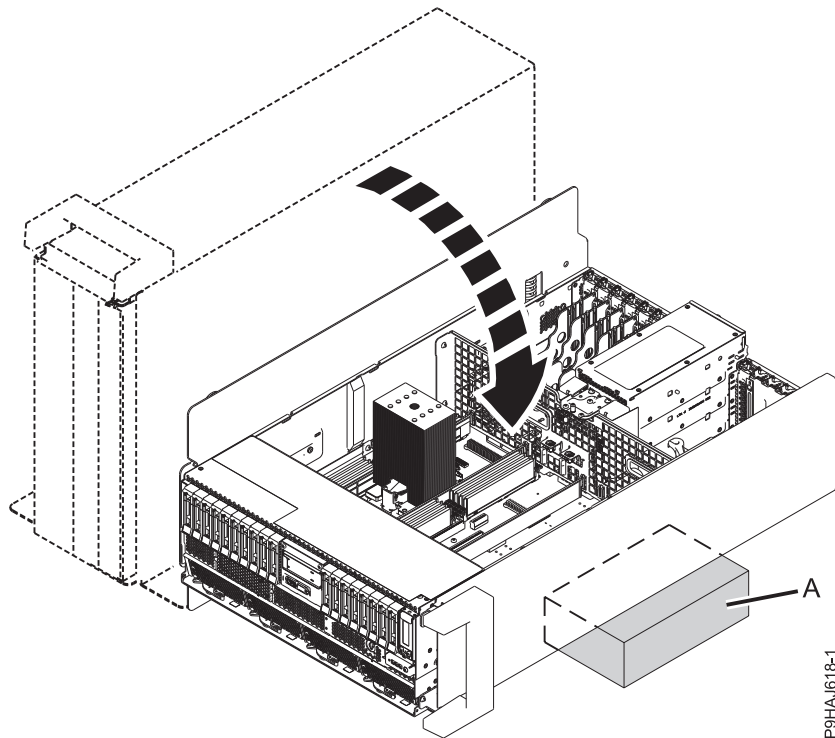

Abbildung 40. Standalone-System in eine horizontale Position neigen
- d. Neigen Sie das Standalone-System vorsichtig aus seiner vertikalen Position zurück in die horizontale Position. Positionieren Sie das System so, dass der für die Wartung geöffnete Bereich nach oben zeigt und sich entlang der Oberkante eine etwa 3 cm breite Stütze (A) befindet (siehe Abb. 40). Durch die Stütze (A) soll eine Beschädigung des Kunststoffgriffs verhindert werden.